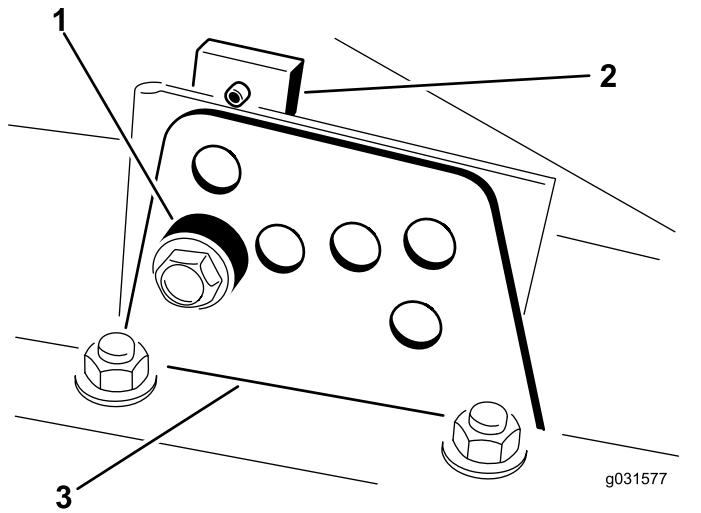

Figura 19
2. Desaperte o parafuso que prende o suporte da altura de corte à placa da altura de corte (frente e de cada lado), conforme se mostra na Figura 19.
4. Enquanto estiver suportar a câmara, retire o espaçador (Figura 19).